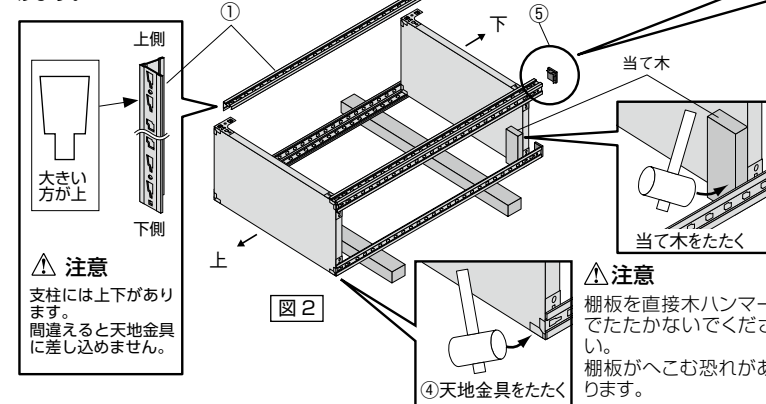

図2
②棚板に取り付けた④天地金具に図2のように①支柱を差し込みます。最上段の②棚板は④天地金具の部分を木ハンマーで軽くたたき取り付けます。最下段の②棚板は、当て木をして木ハンマーで軽くたたき取り付けます。
①支柱の端部に⑤ベースキャップをまっすぐ差し込みます。残りの支柱にも上同様に取り付けます。